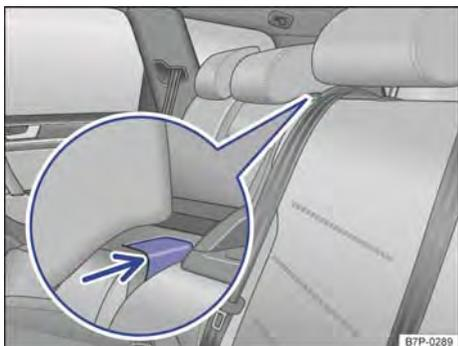

Fig. 210 No encosto do banco traseiro: botão de destravamento.
- Pressionar o botão de destravamento → Fig. 210 (seta) para baixo e rebater a parte central do encosto do banco traseiro totalmente para frente.